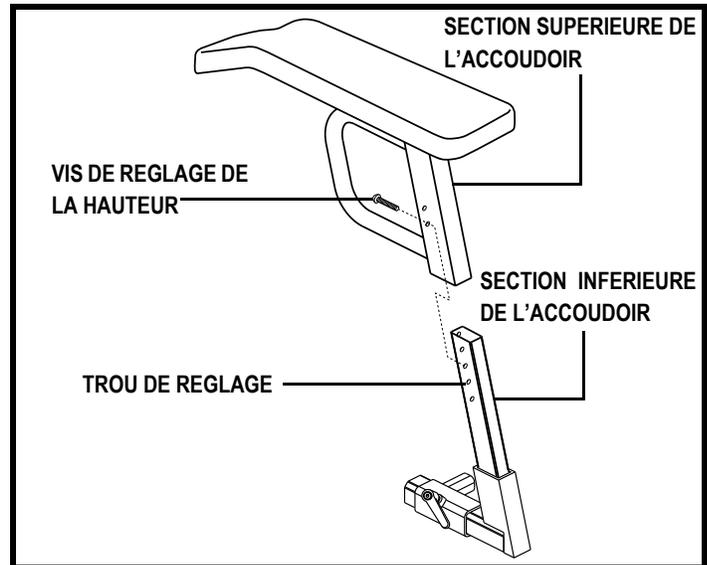

Figure 19. Réglage de la hauteur des accoudoirs
1. Enlevez la vis de réglage de hauteur de l'accoudoir. Voir la figure 19.